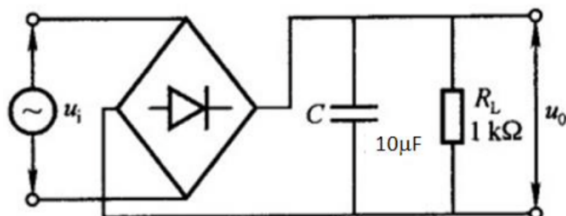

图 1.3 全波整流单电容滤波电路
电容滤波器是利用电容充电和放电来使脉动的直流电变成平稳的直流电。由电容两端的电压不能突变的特点，达到输出波形趋于平滑的目的。如图 1.3 所示。
1. 在全波整流电路中，按照图 1.3 接入电容（ $1\mu\text{F}$ ）进行滤波，用示波器观察并画出输出端波形，同时用万用表测量负载上的直流和交流电压，计算纹波系数。